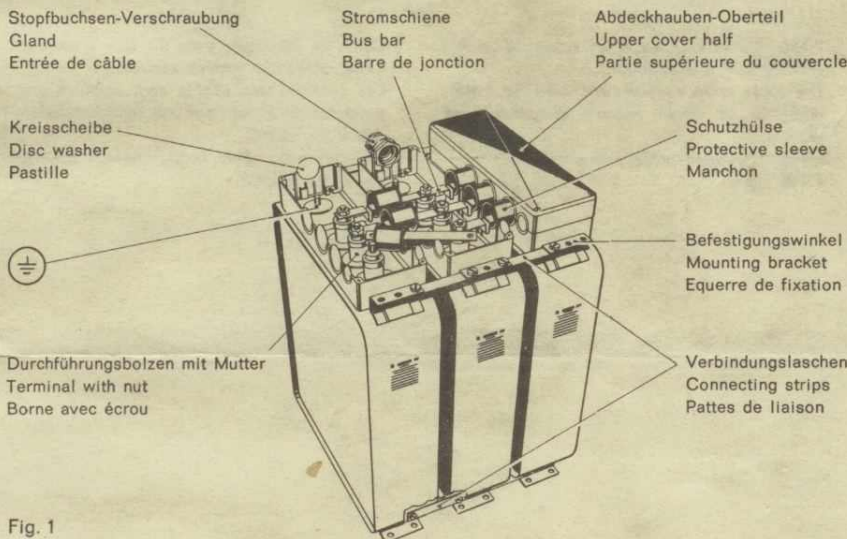

Fig. 1
Schutzerdung: an einem oberen Befestigungswinkel (Bild 1).
Earth connecting: For earthing inside the cover, connect to ⊕ earthing screw. For protective earthing, connection can be made to the mounting bracket (fig. 1).
Brancher le neutre à la borne de masse ⊕ à l'intérieur du couvercle. Pour la mise à la terre utiliser une équerre de fixation (fig. 1).
1. Abdeckhauben - Oberteile abschrauben. Bausteine aufstellen (Durchführungen vorn), mit den Verbindungslaschen des Zubehörsatzes oben und unten zusammenschrauben (Bild 1).
1. Unscrew upper covers, set up block units with terminals in front. Screw the block units together with the connecting strips of the accessory set above and below (fig. 1).
5. Connect connecting cable, with earth wire. Replace all washers and nuts. **Screw up tight! Loose contacts can cause fatal accidents.** Insert gland for cable only loosely (fig. 1 and 3).
1. Dévisser les parties supérieures du couvercle. Placer les éléments (les bornes vers l'avant) et visser les pattes de liaison du jeu d'accessoires, en haut et en bas (Fig. 1).
5. Brancher le câble d'alimentation ainsi que le neutre. Remettre toutes les rondelles et tous les écrous. **Bien serrer, un contact intermittent peut conduire à une destruction complète.** Visser légèrement l'entrée de câble (Fig. 1 et 3).